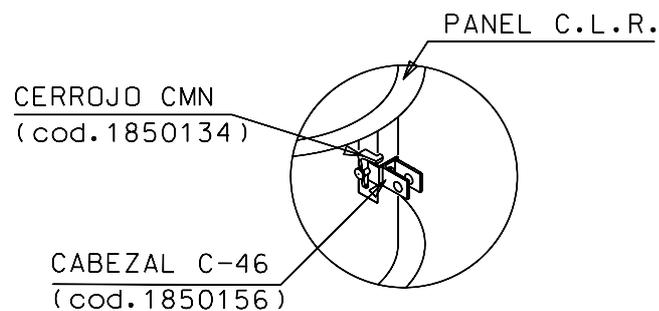

Figura 8
- ◆ Se procederá a colocar los CABEZALES C-46 en los paneles CLR antes de izar los moldes. (ver figura 8)